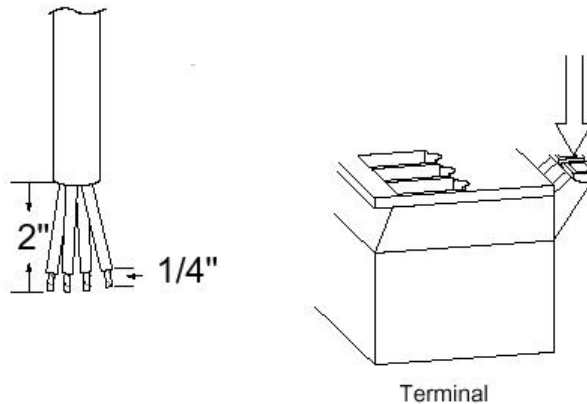

Figura No. 6
3. Retire 2" de la cubierta aislante exterior y enseguida retire 1/4" del aislante de cada uno de los 4 alambres (ver la Figura No. 6).